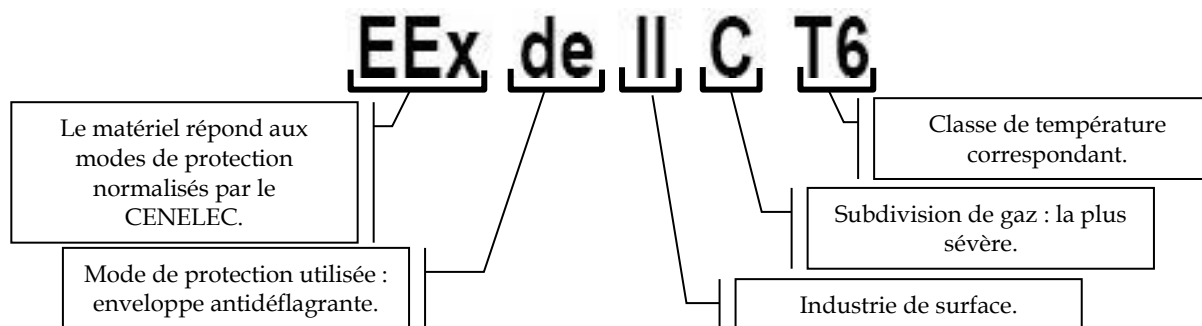

Figure 3 : Exemple de marquage ATEX (appareil électrique)
- Appareil électrique (Figure 3).